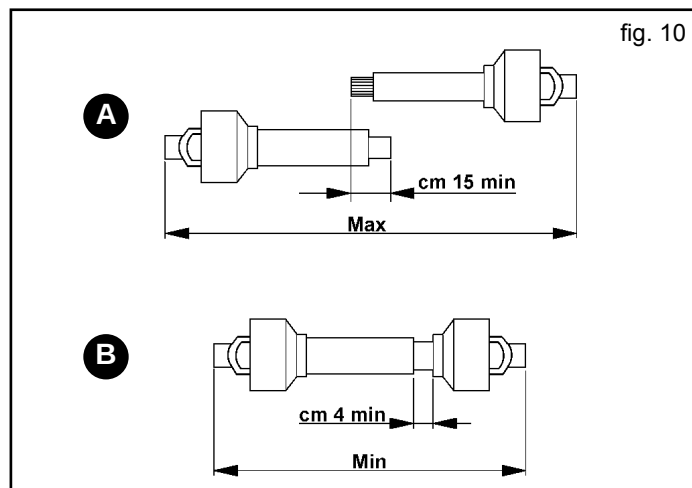

fig. 10
- Wenn die Gelenkwelle soweit als möglich herausgezogen ist, müssen sich die beiden Rohre mindestens 15 cm überlappen (A, Abb. 10). Wenn sie soweit als möglich eingezogen ist, muss ein Minimalspiel von 4 cm. (B, Abb. 10) bestehen.